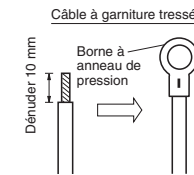

Fig. 5-3
- Couper l'extrémité de câble avec une pince coupante, puis dénuder l'isolant pour exposer le fil torsadé sur environ 10 mm, et bien torsader les brins du fil. (Fig. 5-3)